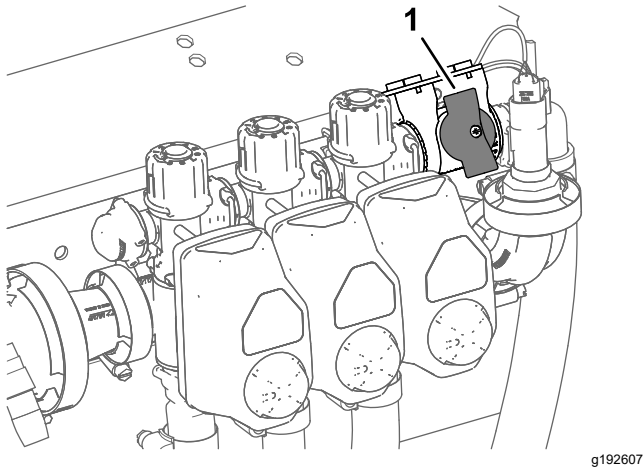

Figure 43
4. Pour les machines fonctionnant en mode débit d'application, vérifiez que le bouton de la vanne de coupure de dérivation de section à la position fermée (**Figure 43**).
5. Pour les machines fonctionnant en mode débit d'application, vérifiez que la vanne de coupure de dérivation de section est fermée (**Figure 43**).